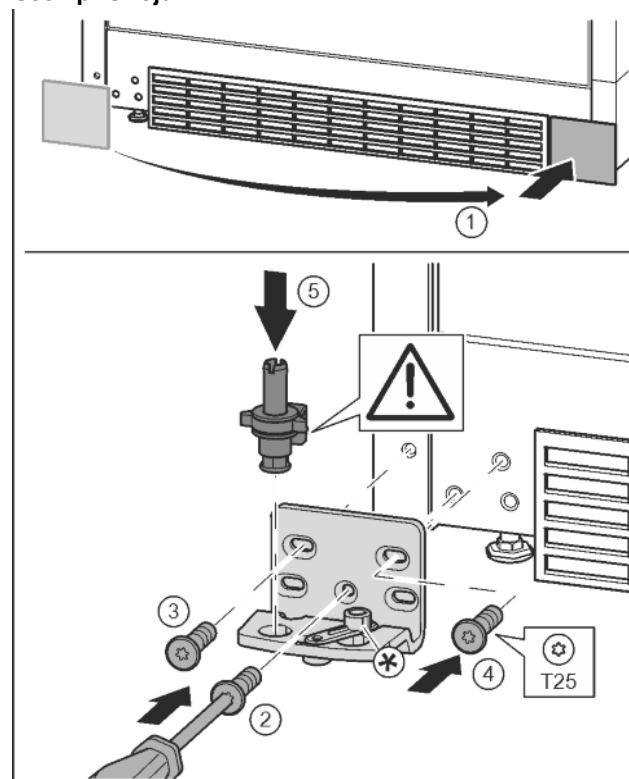

Fig. 16
- ▶ Sejměte kryt a připevněte jej na druhé straně. Fig. 16 (1)
- ▶ Nasadíte stojan ložiska na druhé straně a přišroubujte pomocí šroubováku T25. Začněte šroubem 2 dole uprostřed. Fig. 16 (2)
- ▶ Pevně utáhněte šroub 3 a 4. Fig. 16 (3, 4)
- ▶ Zcela vložte ložiskový čep. Přitom dávejte pozor, aby zajišťovací vačka směřovala dozadu. Fig. 16 (5)